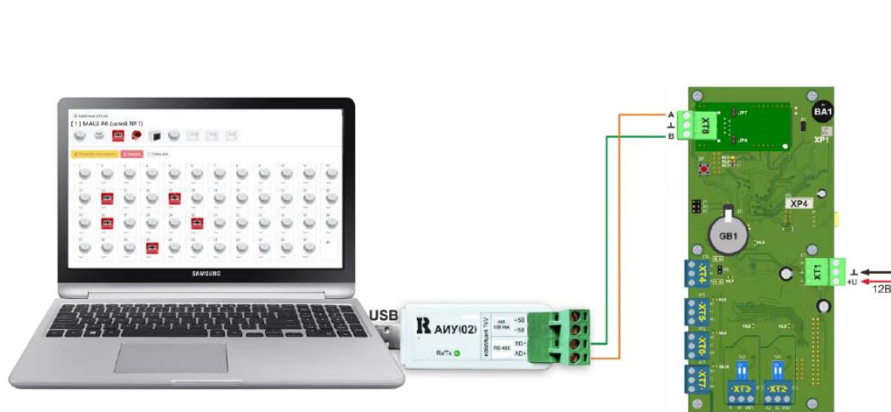

Рис. 70. Схема подключения прибора к ПЭВМ
- ✓ к выходу RS485 адаптера подключить линию связи RS485 в конфигурируемом приборе к контактам разъема XT8 модуля контроллера МК-12 (см. рисунок 70). На рисунке 6 в качестве программируемого прибора условно показана плата контроллера МК-12 – основного модуля ППКПиУ.